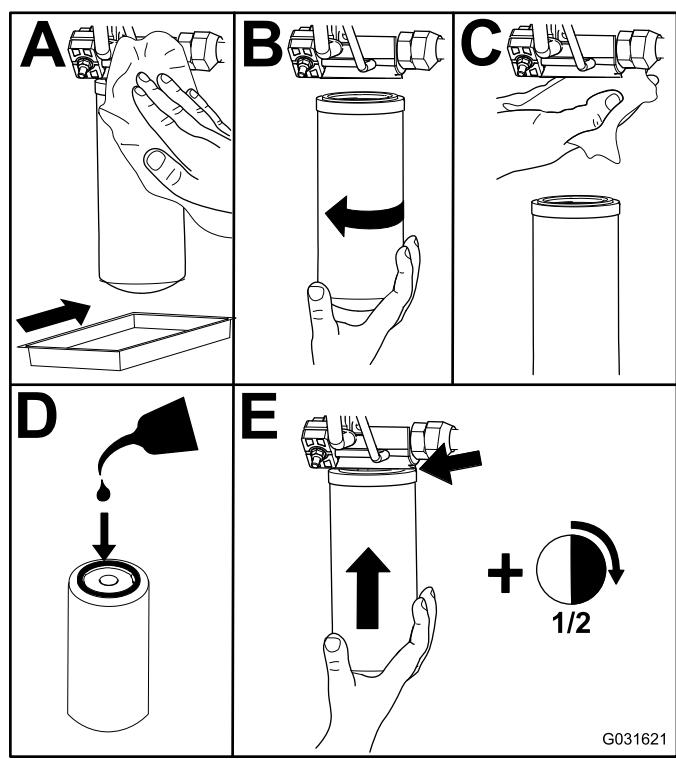

Figure 117
- Remplacez les filtres hydrauliques (Figure 117).